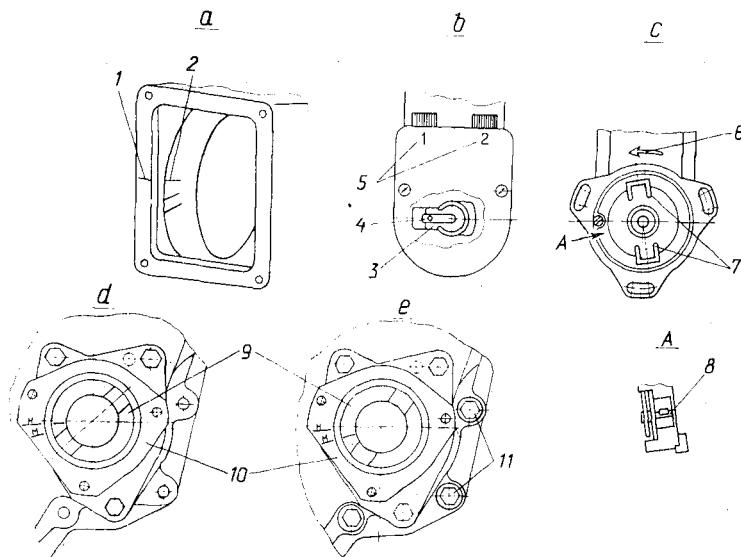

Рис. 25. Установка магнито и зажигания пускового двигателя:
**Установка магнито на пусковой двигатель и установка зажигания на пусковом двигателе.** Для установки магнито на пусковой двигатель снять крышку люка муфты сцепления. Проворачивая коленчатый вал пускового двигателя, установить маховик так, чтобы метка «ВМТ-1Ц» на торце маховика совпала с риской на фланце люка муфты сцепления (рис. 25, а). При этом риска на валике привода магнито должна совпасть с меткой «М» на фланце кронштейна магнито (рис. 25, е).
Несовпадения меток более 4 мм свидетельствует о неправильной установке корпуса распределительных шестерен с валиком привода магнето на пусковой двигатель. В этом случае снять корпус распределительных шестерен с блока двигателя. Совместить метку «ВМТ-1Ц» на торце маховика с риской на фланце люка муфты сцепления. Совместить риску на торце валика привода магнето с меткой «Н» на фланце кронштейна магнето (рис. 25, д) и в таком положении установить на двигатель, введя в зацепление шестерню привода магнето с шестерней коленчатого вала пускового двигателя.
Снять с магнето крышку распределения (рис. 25, в), проверить и при необходимости отрегулировать зазор между контактами прерывателя, который должен находиться в пределах 0,25—0,35 мм.
В положении, когда прорезь (рис. 25, с) на корпусе пускового ускорителя находится с левой стороны, установить магнето с фланцевой прокладкой на шпильки кронштейна, введя кулачки в пазы валика привода магнето, и закрепить, не затягивая, гайками.
Затем, не изменяя положения маховика (см. рис. 25, а), поворотом корпуса магнето в ту или другую сторону по пазам во фланце установить момент начала размыкания контактов по моменту освобождения полоски тонкой бумаги, предварительно заложенной между контактами, после чего закрепить магнето и установить крышку распределителя.
Снять крышку распределителя магнето. Убедиться, что бегунок 3 (рис. 25, в) находится в положении, соответствующем моменту искрообразования на первом электроде (клемма 1).